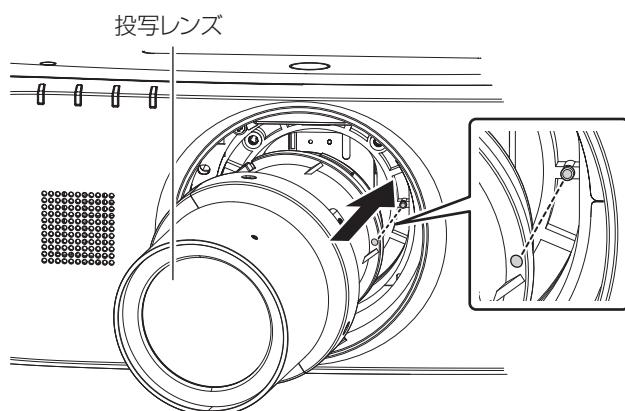

図1
1) 投写レンズの目印（赤色）を本体の目印（赤色）に合わせて奥まで差し込む（図 1）